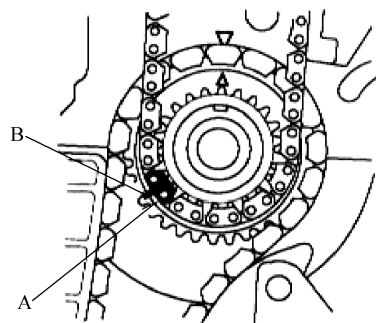

图 2-37 色片对准曲轴链轮标记
3) 将正时链安装在曲轴链轮上, 色片 (A) 要对准曲轴链轮上的标记 (B), 见图 2-37。